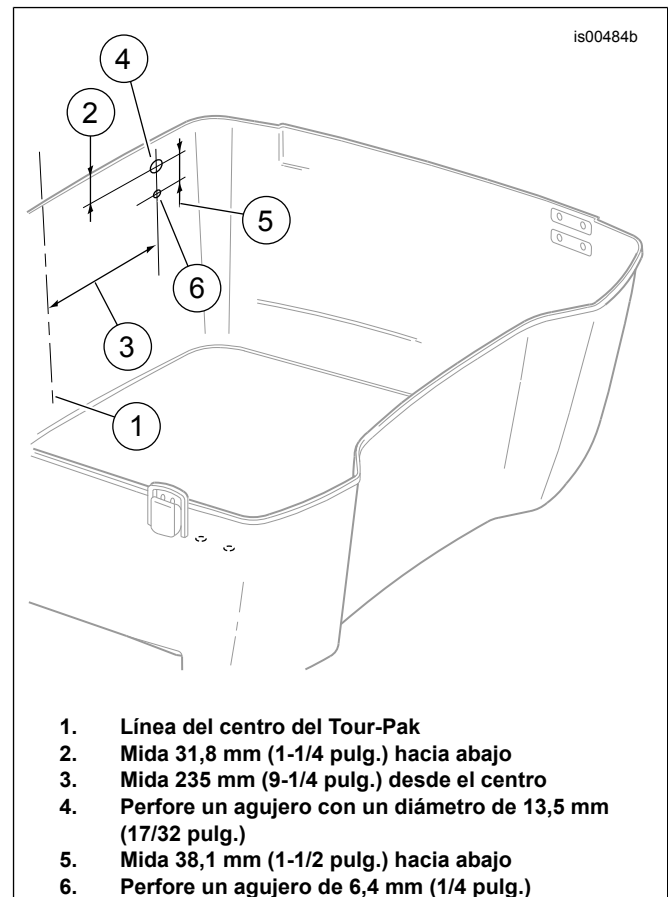
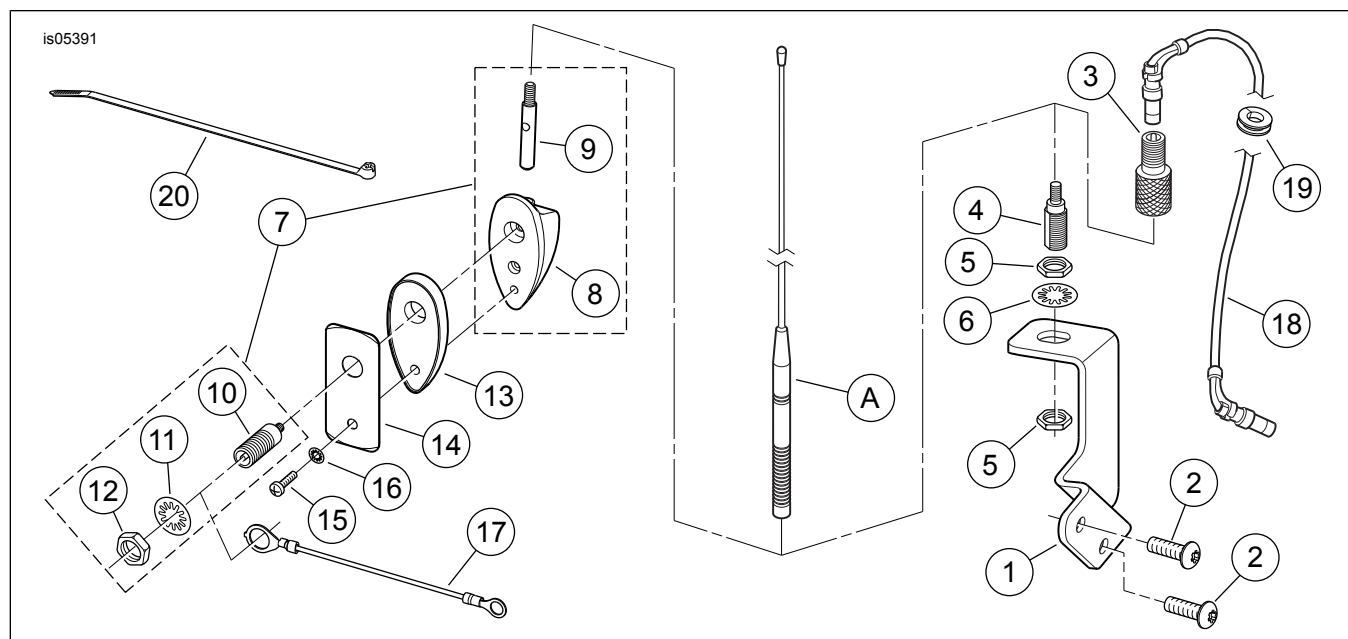

Figura 1. Ubicación de la perforación para la antena AM/FM en el Tour-Pak
Figura 5. Piezas de servicio: Kit de reubicación de la antena AM/FM
Vea Figura 5 y Tabla 1.
4. **Para los modelos FLHTC:** Vea Figura 5. Desconecte el cable de la antena AM/FM de la base de la antena de equipo original (7) adentro del Tour-Pak. Siga a **Montaje de la pieza de soporte de la antena AM/FM en el guardabarros (modelos FLHT y FLHTC).** Para los modelos FLHT, FLHX y FLTR: Vea Figura 1. Mida y establezca el centro (1) en la pared trasera exterior del Tour-Pak.
8. Coloque una tira de cinta adhesiva de 51 mm (2 pulg.) de ancho desde la parte superior hasta aproximadamente la mitad de la pared trasera exterior del Tour-Pak, a una distancia de 235 mm (9-1/4 pulg.) (3) de la línea del centro.
1. Vea Figura 5. Quite el mástil de la antena (A) de la base de la antena (4) en la pieza de soporte de montaje de la antena de equipo original, montada en la parte inferior de la pieza de soporte trasera de la alforja del lado izquierdo. Siga a **Conexión de la antena AM/FM**.
Vea Figura 5. Para permitir el acoplamiento máximo de la rosca del adaptador de la antena/cable (3), coloque las tuercas (5) en la base de la antena (4) para dejar casi toda la rosca de 1/2-20 **arriba** de la tuerca superior.
1. Instale una de las tuercas de 1/2-20 (5) del kit en la base de la antena (4). Coloque la arandela grande de seguridad con dientes internos (6) en la rosca de la base de la antena e inserte la base hacia abajo a través del agujero en la **nueva** pieza de soporte de montaje de la antena (1).
1. Vea Figura 5. Obtenga el conjunto de la base de la antena AM/FM (7) del kit. Quite la tuerca hexagonal (12) y la arandela de seguridad con dientes internos (11) del conjunto del enchufe (10) en la base.
2. Coloque la junta de la base (13) en la base de la antena.
3. Con el espárrago del mástil de la antena (9) hacia **arriba**, coloque el conjunto de la base sobre los agujeros perforados anteriormente en la pared trasera exterior del Tour-Pak. Asegúrese de que el conjunto del enchufe (10) pase por el agujero más grande (superior).
4. Coloque la placa de refuerzo de la antena (14) en su posición adentro del Tour-Pak. Obtenga el cable de conexión a tierra (17) del kit y coloque el terminal de anillo grande sobre el conjunto del enchufe. Use la tuerca hexagonal (12) y la arandela de seguridad (11) para sujetar el cable de conexión a tierra al conjunto del enchufe, pero no lo apriete completamente en este momento.
6. Instale el tornillo TORX® (15) y la arandela de seguridad pequeña (16) a través del agujero más pequeño (inferior) de la placa de refuerzo de la antena y dentro de la base de la antena. Apriete el tornillo firmemente. Apriete la tuerca hexagonal (12) firmemente.
7. Enrosque el conjunto del mástil de la antena (1) sobre el adaptador de la base de la antena (9) .